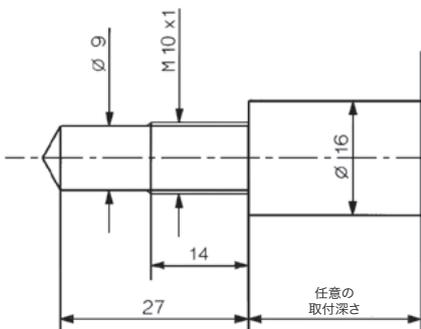

図3：底が円錐形の取付穴を使用する場合
- 図3のように取付穴を設けます。穴先端部(φ9mm)はセンサ先端部と接触するため、平坦に加工してください(必要に応じて型式1300A21の工具を使用して仕上げ加工を施し、圧縮エアで切り屑を吹き飛ばしてきれいにしてください)。